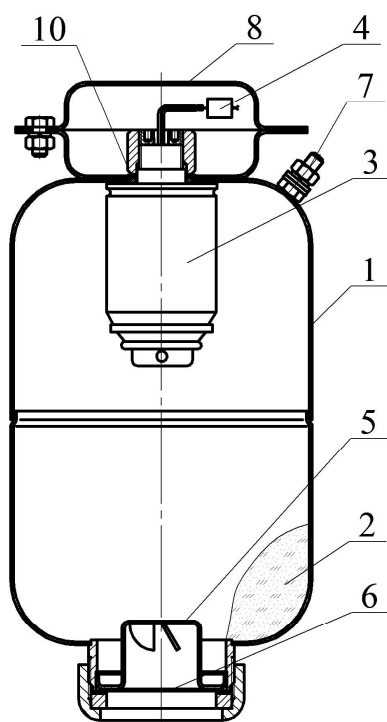
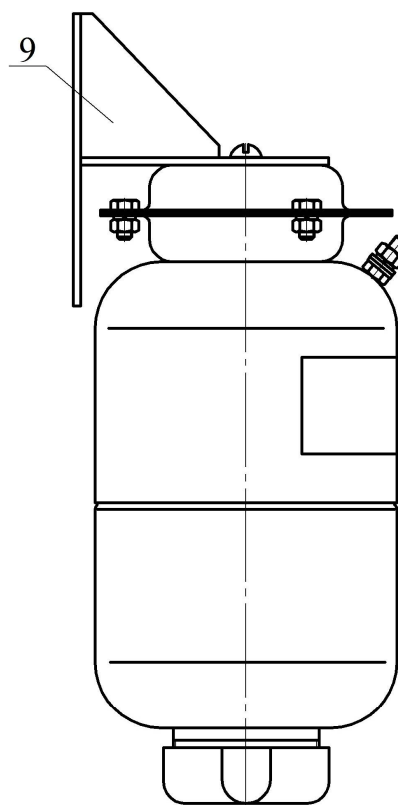

Рисунок 1
Рисунок 2
4.1.1 МПП (см. рисунки 1 и 2) состоит из корпуса **1**, в котором размещаются огнетушащий порошок (ОП) **2** и источник холодного газа (ИХГ) **3** с элементом электропусковым **4**. В нижней части корпуса находится насадок-распылитель **5**, выходное отверстие которого перекрыто мембраной **6**. Модуль имеет заземляющий зажим **7**. В верхней части МПП снабжен кронштейном **8** для крепления к потолочному перекрытию (рисунок 1) или кронштейном **9** для крепления на стене (рисунок 2).
6.2 Закрепить кронштейн 8 (см. рисунок 1) на потолке или кронштейн 9 (см. рисунок 2) на стене. Для крепления кронштейна потолочного крепления в центральной его части выполнено отверстие $\varnothing 10$ мм. Координаты отверстий в кронштейне, предназначенном для крепления МПП на стене приведены на рисунке 3.
7.3 Комплект поставки для перезарядки МПП (см. рисунок 1):